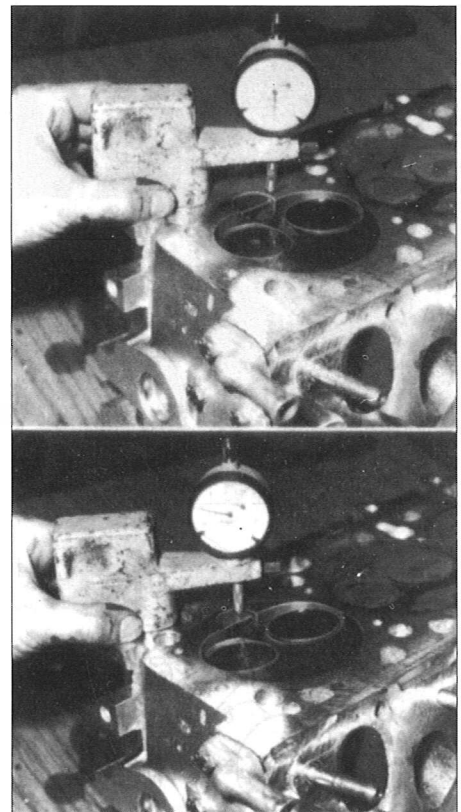

Fig. 9
- Controlar a saliência ou recesso das câmaras de combustão em relação ao plano da junta da cabeça (Fig. 9). O posicionamento deve situar-se entre - 0,765 a + 0,055 mm em relação ao plano da junta.